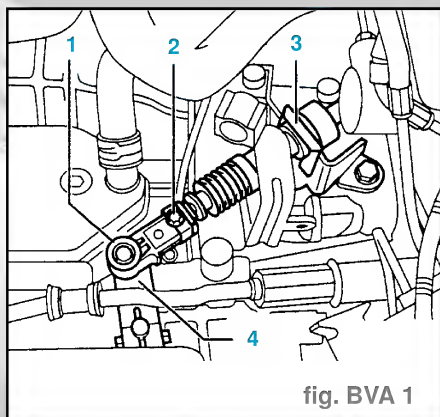

fig. BVA 1
- Avec un tournevis, dégager le câble de levier de sélecteur (1) du levier de sélecteur côté boîte de vitesses (4), retirer l'agrafe de sûreté (3) du contre-palier (fig. BVA 1).